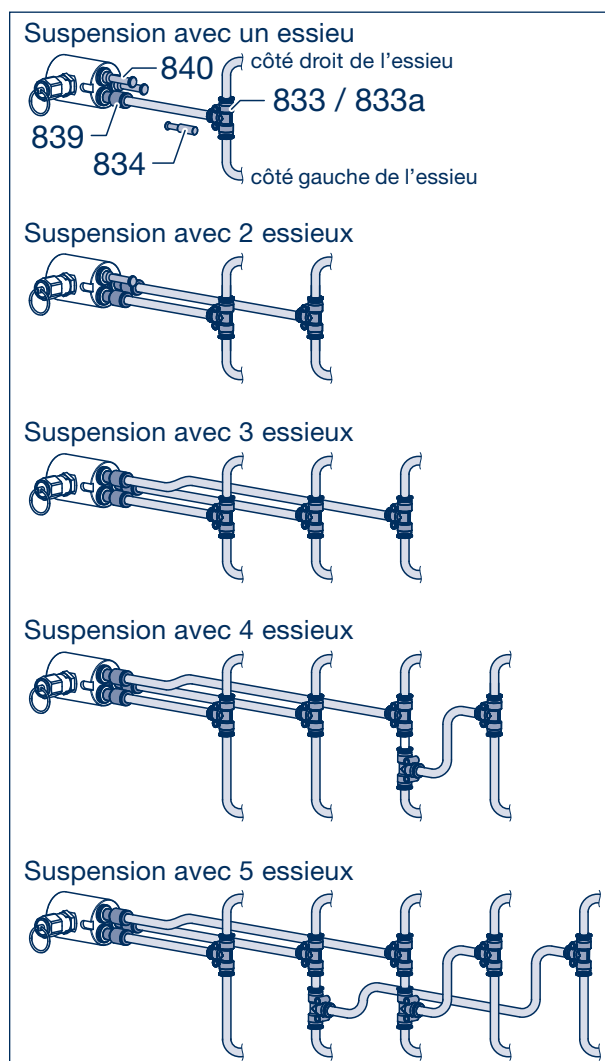

Figure 21
- [5] Brancher les conduites d'air comprimé (Ø 8 x 1 mm) dans le raccord du boîtier de commande et les connecter à la pièce en T AirSave sur l'essieu. (Pour les versions jusqu'au 09/10/2020, les conduites d'air comprimé (Ø 6 x 1 mm) et les réducteurs (839) doivent être utilisés sur le raccord du boîtier de commande. Si le véhicule comporte d'autres essieux, une pièce en T supplémentaire doit être intégrée dans le circuit pneumatique, voir figure 21. Il ne peut y avoir plus de 5 essieux par boîtier de commande. À partir de 6 essieux, il convient d'installer un deuxième boîtier de commande.